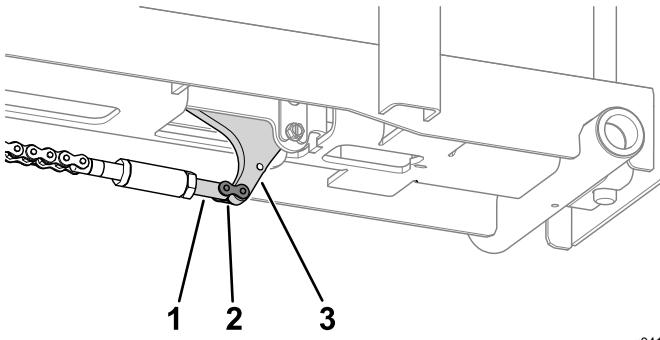

Figura 14
8. Utilizzate un tirante a catena per montare il tenditore del tirante a catena al fermo della ruota (Figura 14).